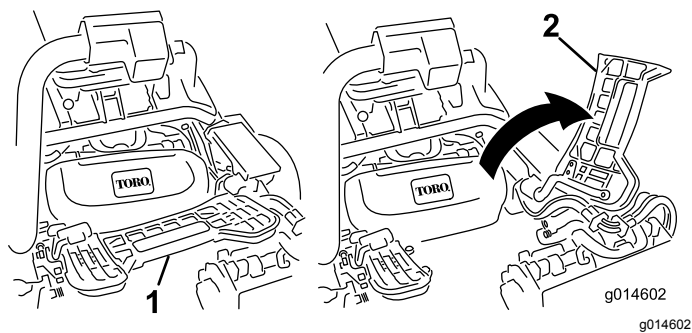

Figura 28
1. Levante el reposapiés y gírelo hacia arriba, para tener acceso a la posición de la unidad de corte central (Figura 28).